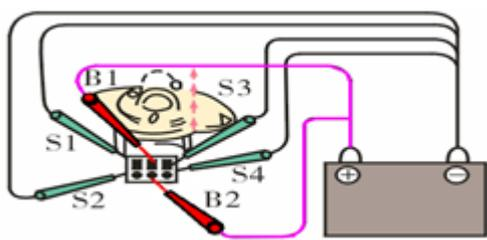

图 2-5-4 伸出
①将点火开关置于“ON”的位置, 然后检查 ISC 阀连接器端子 B1 和 B2 与搭铁之间的电压, 应为蓄电池的电压, 否则应检查 EFI 主继电器。
②测量 ECU 的端子 S1、S2、S3、S4 与端子 E1 间的电压值应约 9~14V, 否则, ISC 阀有故障。
③将蓄电池的正极接 B1 和 B2，负极依次接 S1→S2→S3→S4，阀芯应向外伸出，如图 2-5-4 所示。